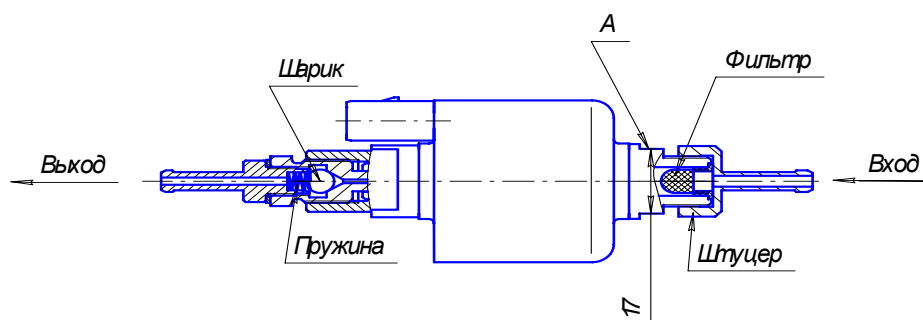

Рис.11 – Топливный насос
1) демонтировать топливный насос с автомобиля. Зафиксировав ключом (ключ на 17 мм) от поворота за поверхность А, отвернуть штуцер и снять фильтр (см. рис.11, запрещается фиксация топливного насоса за другие поверхности при отворачивании и наворачивании штуцера);